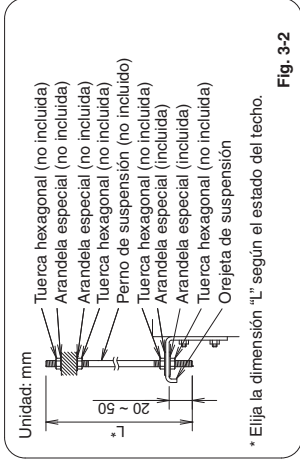

Fig. 3-2
- (3) Suspenda y fije la unidad interior utilizando las 2 tuercas hexagonales (adquiridas en el sitio) y las arandelas especiales (suministradas con la unidad) tal y como se muestra en la Fig. 3-2.